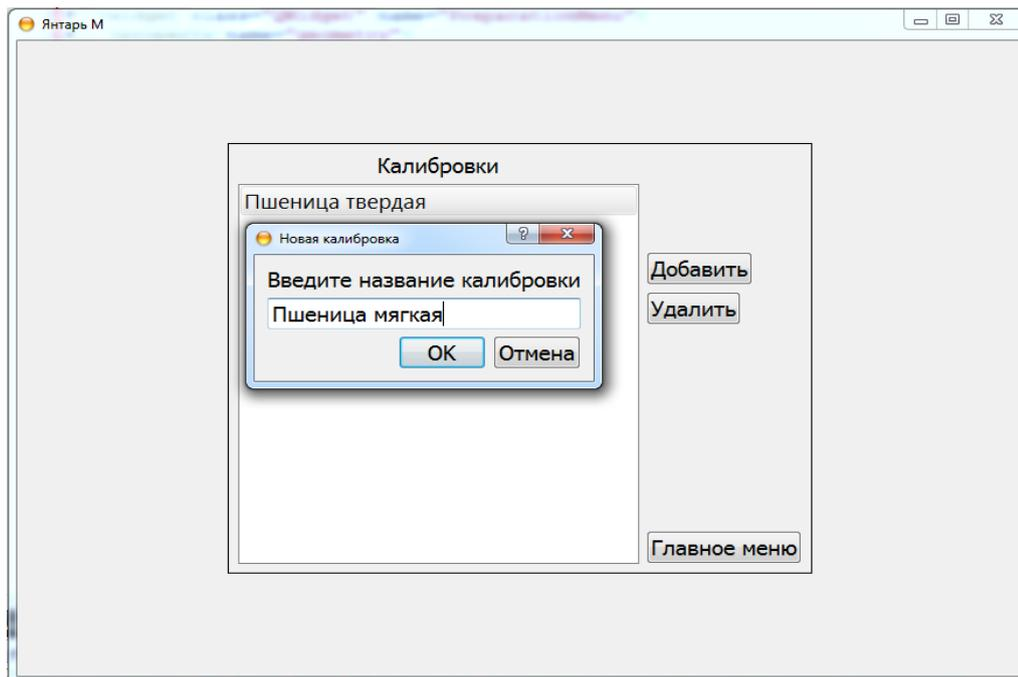

Рисунок 15.12. Ввод названия калибровки
- Для добавления калибровки нажать кнопку «Добавить» и ввести название калибровки (Рисунок 15.12)